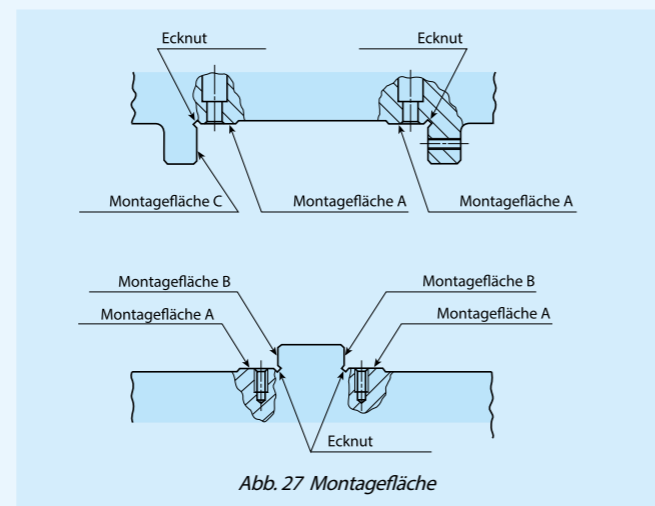

Abb. 27 Montagefläche
- Bei der Montage der Führung auf der Montagefläche B (siehe Abb. 27) sind die Schrauben auf das vorgegebene Anzugsmoment anzuziehen.